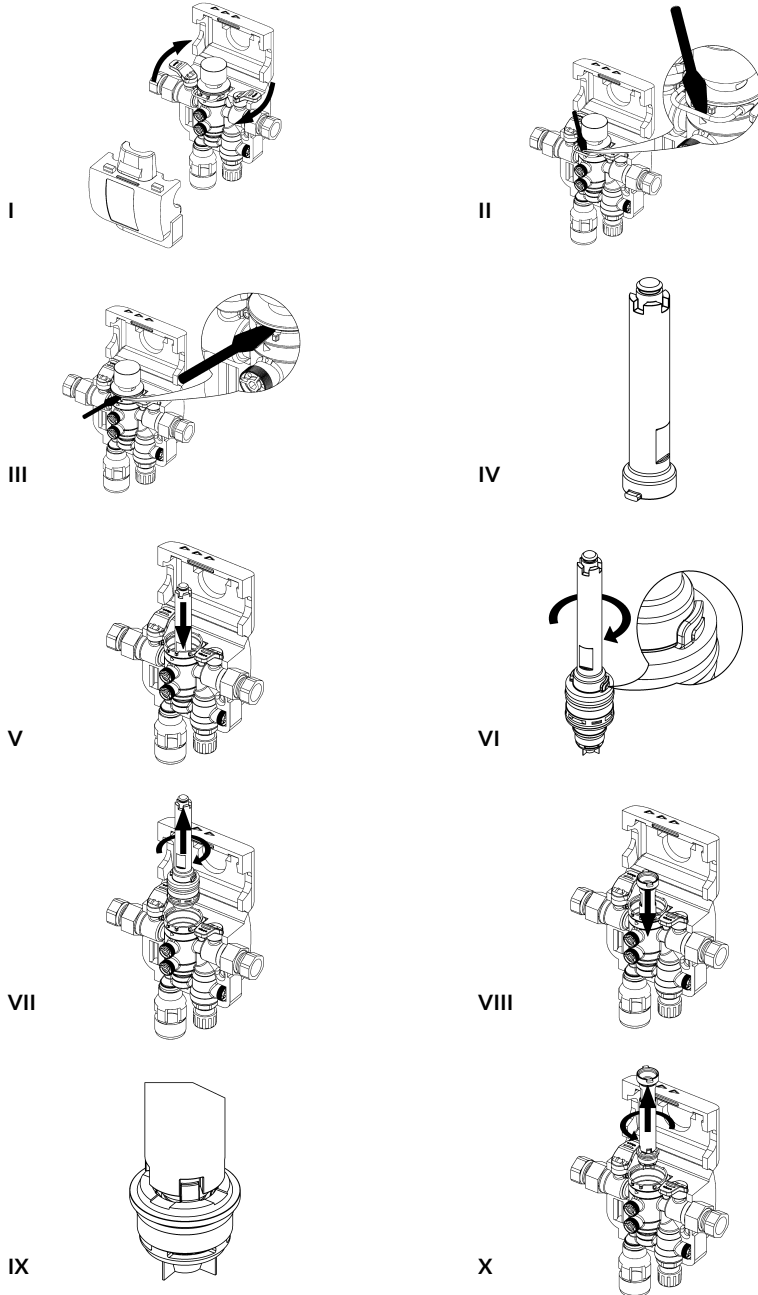

Abb. 6: Austausch der Rohrtrenner-Patrone
- / Deckel der Verkleidung nach oben klappen, vordere Verkleidungsschale abnehmen und beide Absperrhähne schließen (siehe Abb. 6 I).
- / Mit einem Schraubendreher die Spange, die das Manometer hält, heraushebeln (siehe Abb. 6 II).
- / Anschließend mit dem Schraubendreher das Manometer heraushebeln (siehe Abb. 6 III).
- / Zur Demontage ist ein spezielles Werkzeug (siehe Abb. 6 IV) erforderlich (siehe Kapitel 12 „ZUBEHÖR“).
- / Das Werkzeug von oben auf die Rohrtrenner-Patrone setzen und im Uhrzeigersinn drehen (siehe Abb. 6 V).
- / Darauf achten, dass die beiden Zapfen des Werkzeugs in die Laschen der Rohrtrenner-Patrone greifen (siehe Abb. 6 VI).
- / Die Rohrtrenner-Patrone unter leichtem Drehen herausziehen und ggf. mit klarem Trinkwasser reinigen (siehe Abb. 6 VII).
- / Das Werkzeug umdrehen und von oben auf den Rückflussverhinderer setzen (siehe Abb. 6 VIII).
- / Darauf achten, dass die Aussparungen des Werkzeugs in die Zapfen des Rückflussverhinderers greifen (siehe Abb. 6 IX).
- / Durch Drehen gegen den Uhrzeigersinn den Rückflussverhinderer entfernen (siehe Abb. 6 X).